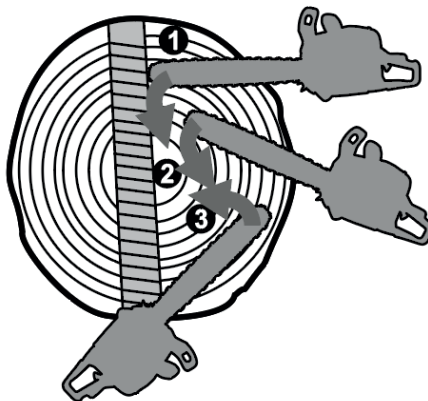

Рисунок 12. Схема розпилювання колоди з використанням зубчастого упору електропили.
5.2.3.4 Розпилювання колоди з використанням зубчастого упору електропили (рис. 12).